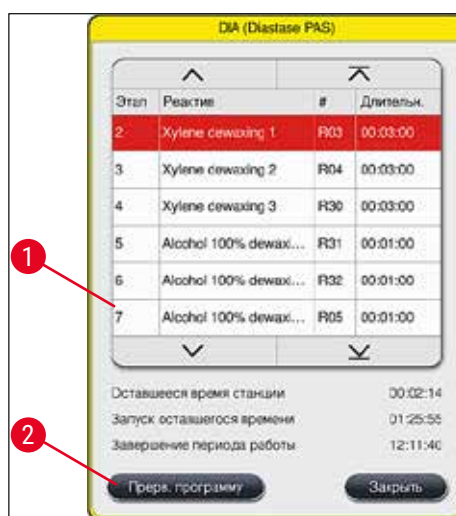

Рис. 90
2. Откроется список этапов программы (→ "Рис. 90"); текущий этап будет выделен красным цветом (→ "Рис. 90-1").